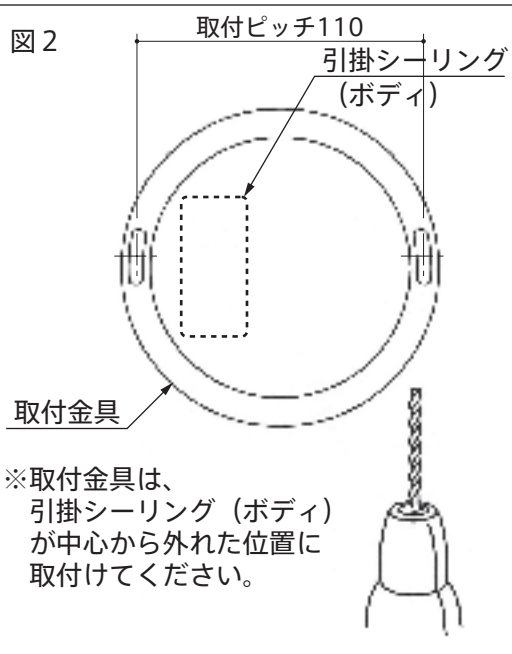

図 3
3. ワイヤーをカバーキャップ下側のワイヤーフックに通し、電源コード〔本体側〕をコード穴に通します。（図3）
4. ワイヤーフックの先を押しながらワイヤーの長さを調整します。（図3）